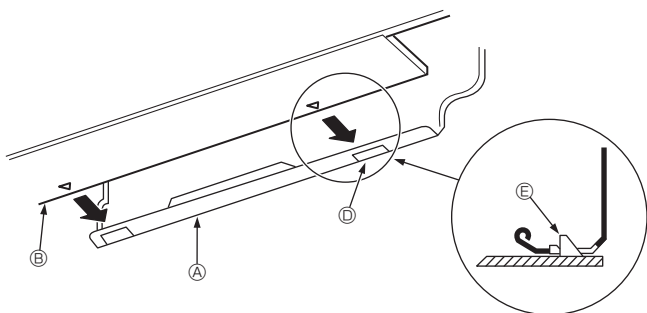

Fig. 3-24
3. Lors de l'insertion de la tuyauterie d'eau et du tuyau d'écoulement dans le trou de pénétration dans le mur (manchon de pénétration), accrocher le haut de l'appareil intérieur à la planche d'installation ①.
5. Fixer en poussant la partie inférieure de l'appareil intérieur sur la planche d'installation ①. (Fig. 3-24)
- * Vérifier que les boutons ⑤ dans le bas de l'appareil intérieur sont correctement accrochés dans la planche d'installation ①.